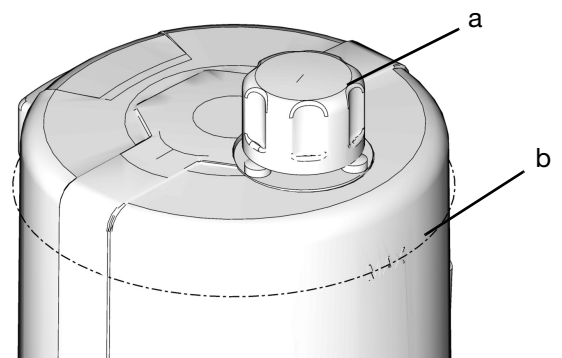

FIG. 31
- No llene en exceso (FIG. 31).